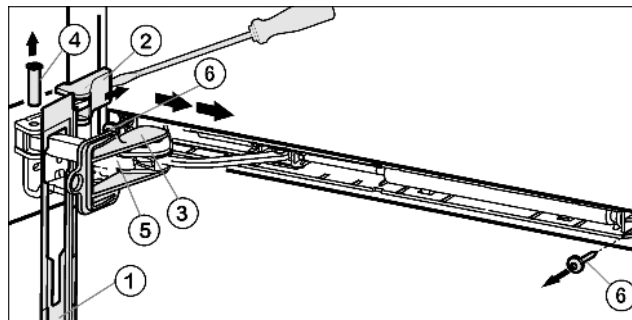

Fig. 5
- ▶ Сдвиньте накладку над амортизационной скобой Fig. 5 (5) в направлении устройства вперед.
- ▶ Зафиксируйте предохранитель Fig. 5 (3) в продольном пазе.
- ▶ Подденьте крышку Fig. 5 (2) отверткой с внешней стороны и снимите в направлении наружу.
- ▶ Выдавите палец Fig. 5 (4) снизу.
- ▶ Нажмите амортизационную скобу Fig. 5 (5) в направлении дверцы.
- ▶ Снимите накладку Fig. 5 (1).
- ▶ Открутите весь узел амортизатора закрывания дверцы (2 шт. Torx® 15) Fig. 5 (6).